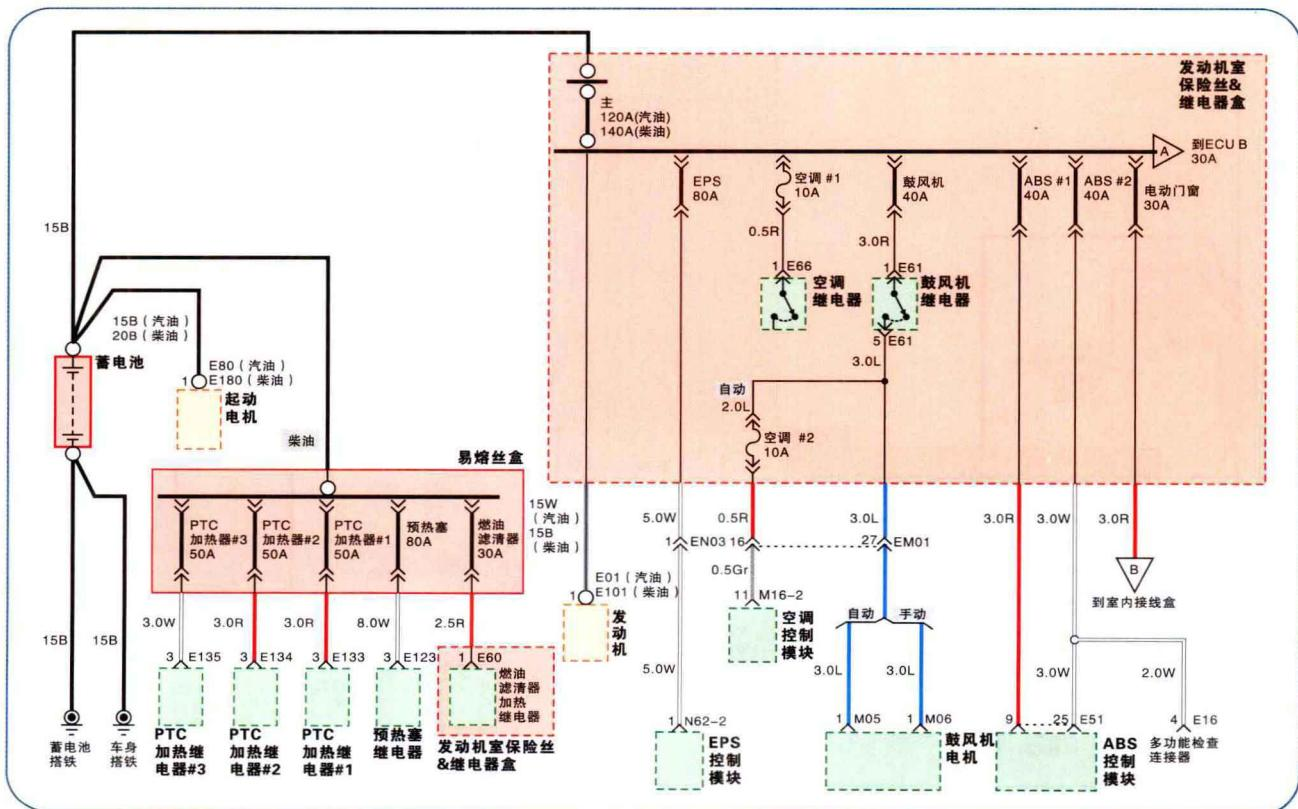

图1-3 现代雅绅特起动系统电路图
②各电器不再按在车上的实际位置布局，而是依据工作原理，在图中合理布局，使各系统处于相对独立的位置，从而易于对各用电设备进行单独的电路分析。起动系统如图1-3所示。